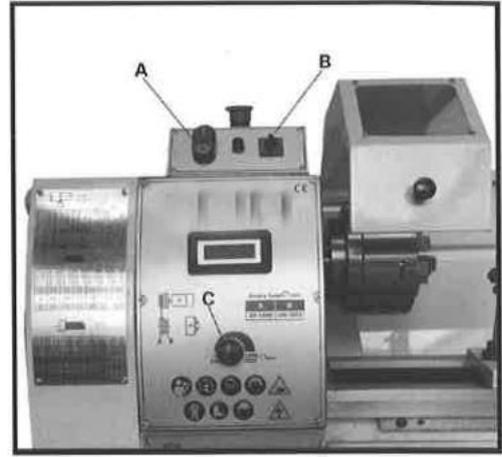

Рис. 9
1. Кнопка аварийного выключения (А, рис. 9)
2. Переключатель (В, рис. 9)
3. Ручка регулировки скорости (С, рис. 9)